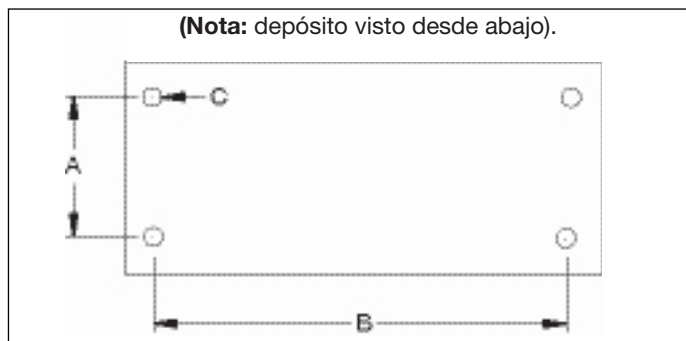

Figura 3, Dimensiones de montaje
4.2 Montaje de la bomba (véase Figura 3)
Consultar la figura 3 para obtener las dimensiones de montaje para asegurar la bomba a una superficie fija..